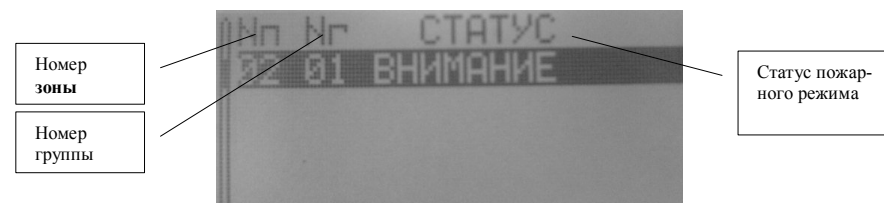

Рис.6 Меню ПОЖАР вызываемое по кнопке «1»
- меню ПОЖАР (рис.6), по кнопке «1»;
- меню направлений ПОЖАР см. рис.6;